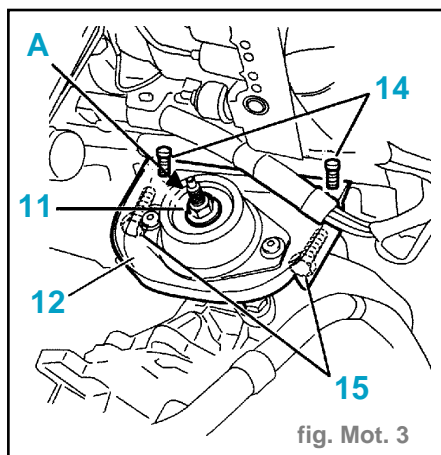

fig. Mot. 3
- Appliquer légèrement en (A), de la graisse **Pcas Spagraph** (fig. Mot. 3).
- Reposer le support boîte de vitesse (12)
- Serrer (daN.m) (fig. Mot. 3) :
- les vis (14) ..... 3
- les vis (15) ..... 3
- l'écrou (11) ..... 6,5